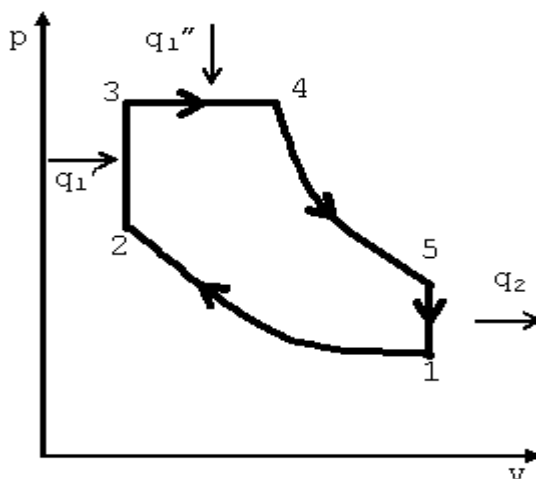

Рис.6 Теоретический цикл Тринклера ДВС
4.Строим действительный цикл Тринклера в масштабе (смотри рис. 6).